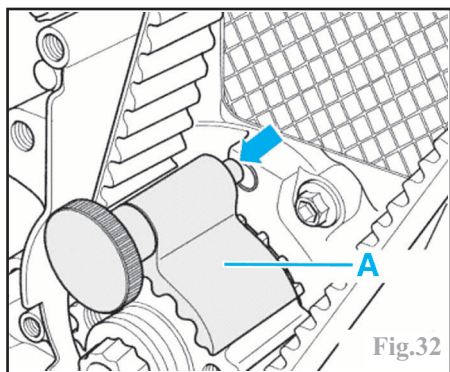

Fig.32
- tourner le vilebrequin légèrement dans le sens inverse de rotation du moteur jusqu'à ce que l'ergot de l'outil (**A**) (**VAG T10050** ou **T10100**) se trouve juste avant l'alésage du porte-bague d'étanchéité (Fig.32).